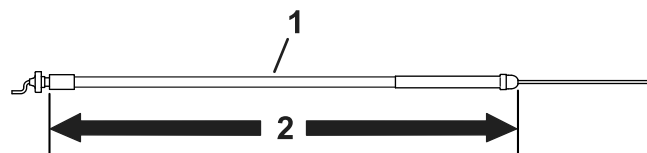

图 8
- 在型号为 04035、04037、04056 或 04060 的牵引装置中使用 172.2 cm 长的油门拉索请参阅图 8。